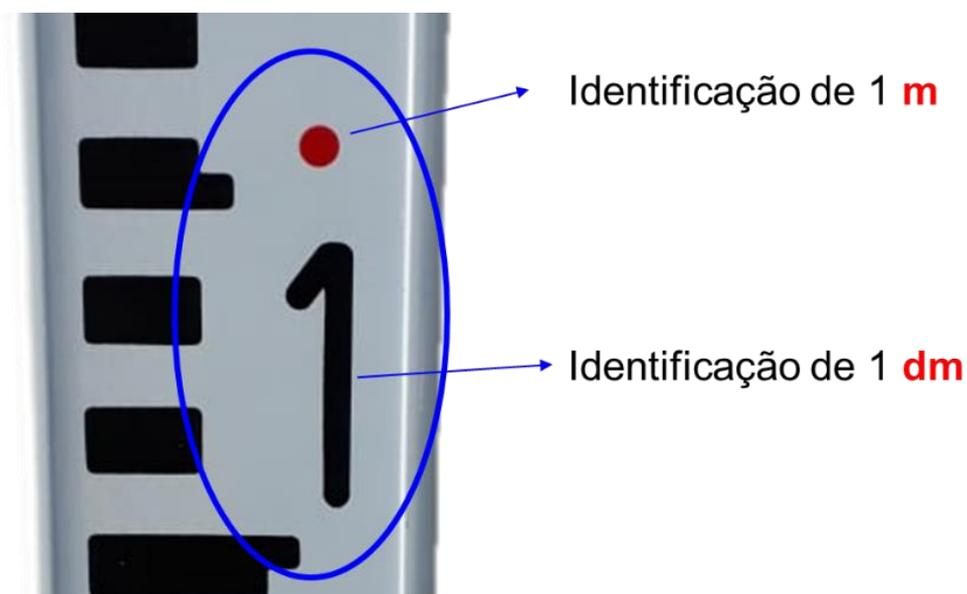

Figura 6 - Marcação indicativa do metro somado com decímetros.
Quando existem decimais na leitura, as marcações são feitas por bolinhas em cima de números arábicos (Figura 6) que marcam os decímetros, por exemplo, 1,4 m é marcado por um número quatro (4) com uma bolinha em cima, ou 2,6 m é marcado por um número seis (6) com duas bolinhas em cima.